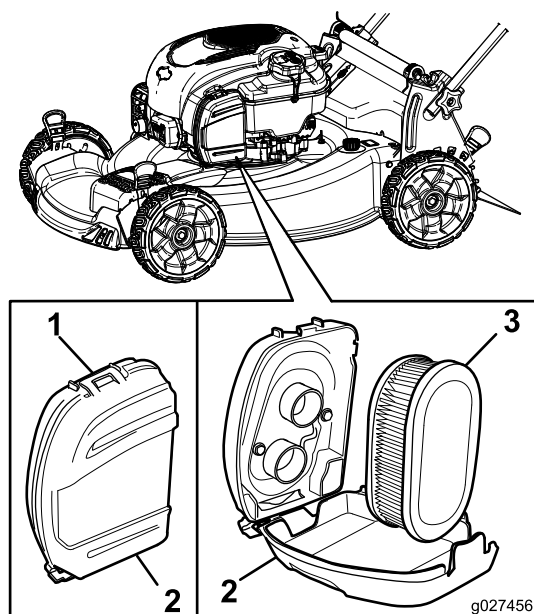

Figure 30
1. Déclipez le couvercle du filtre à air (Figure 30).